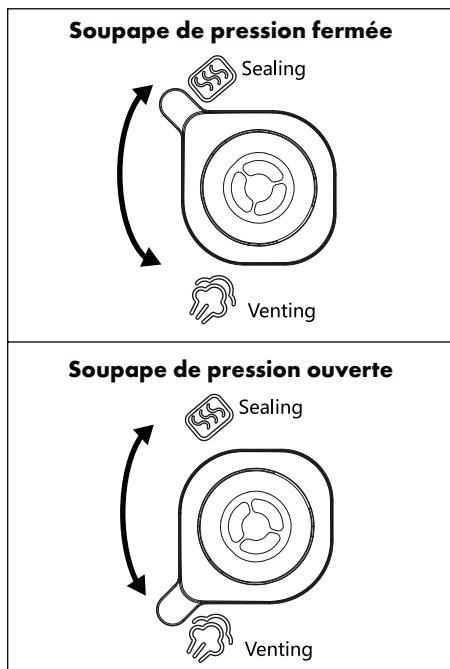

Fig. 6
- Lorsque vous souhaitez réaliser un programme sous pression, la soupape de pression **1** doit être fermée jusqu'à la fin de la cuisson : pour fermer, tournez la soupape de pression **1** de manière à ce que le bouton de réglage pointe sur  *Sealing* (fig. 6). Vous pouvez voir dans le chapitre "**Utilisation des programmes**" si un programme fonctionne avec ou sans pression.
- Lorsque vous souhaitez réaliser un programme sans pression, la soupape de pression **1** doit être ouverte (à l'exception ici du programme **Pâtisserie 15**) : tournez pour cela la soupape de pression **1** de manière à ce que le bouton de réglage pointe sur  *Venting* (fig. 6). Vous pouvez voir dans le chapitre "**Utilisation des programmes**" si un programme fonctionne avec ou sans pression.